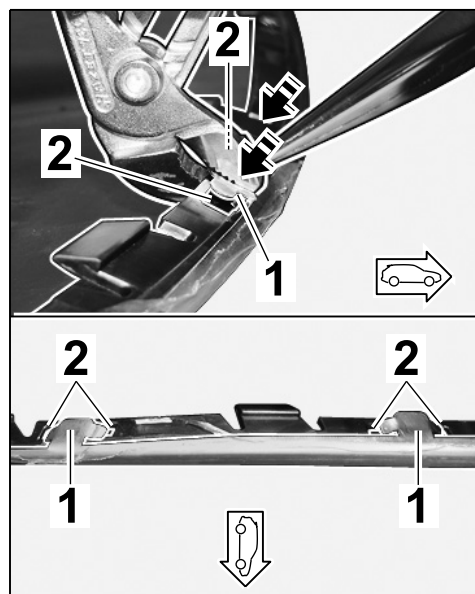

Рис. 9
- Стопорные выступы накладки передней части кузова, спереди (6 шт.): загнуть на 45° в монтажные точки переднего спойлера (⇒ Рис. 9);